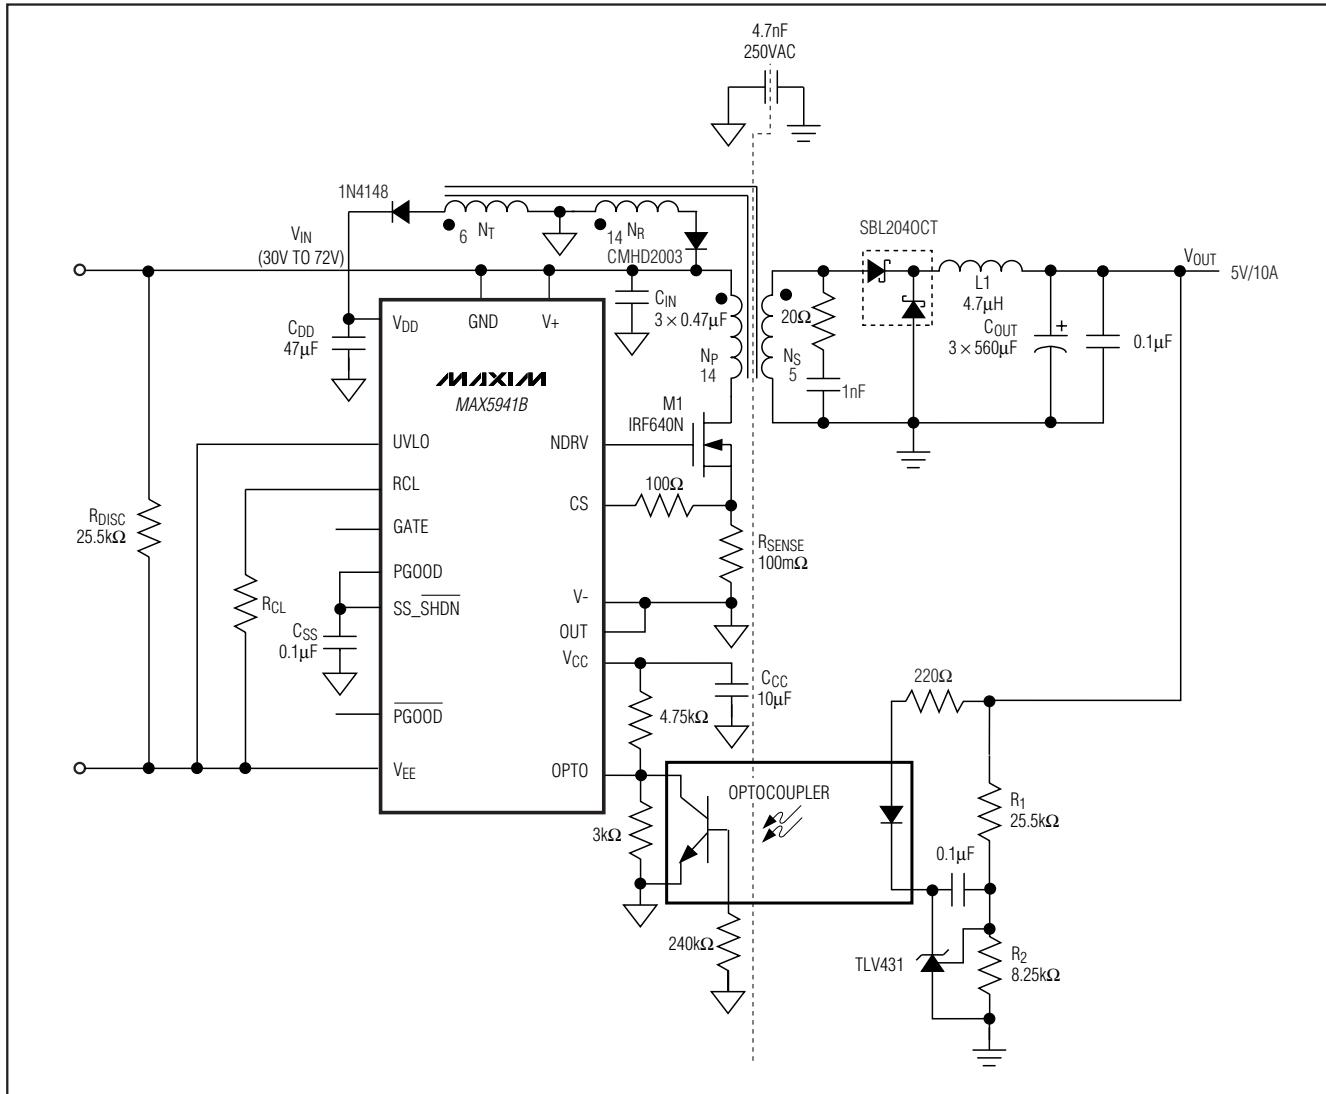

图 5. 正激转换器
式中 C_{ss} 是软启动电容，正如图 5所示。
检流 (CS) 比较器及其相关逻辑电路限制通过 MOSFET 的峰值电流。电流检测是通过 CS 引脚，检测连接在 MOSFET 源极和 GND 之间的检流电阻上的电压实现的。为降低开关噪声，可通过一只 100Ω 电阻或 RC 低通滤波器连接 CS 引脚与外部 MOSFET 源极（图 5、6）。根据下式选择检流电阻 RSENSE：